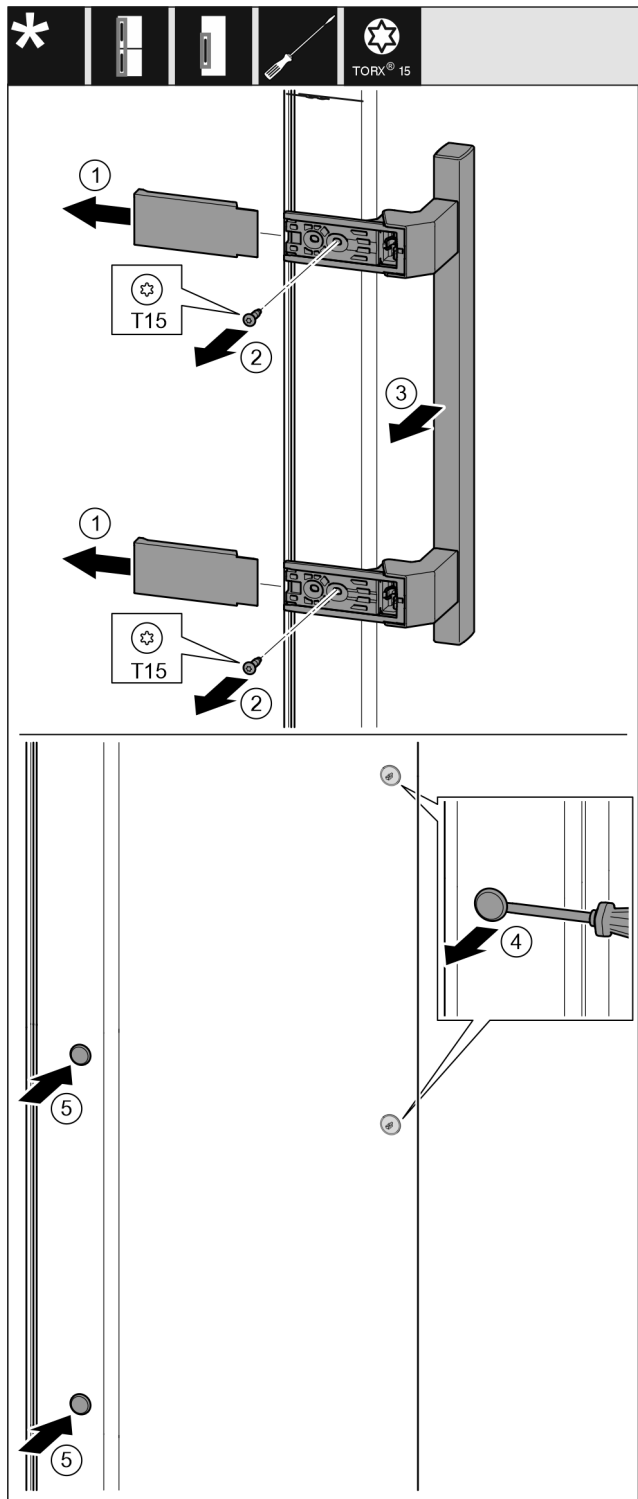

Fig. 19
- ▶ Trekk av dekslet. Fig. 19 (1)
- ▶ Skru ut skruene med skrutrekkeren Torx 15. Fig. 19 (2)
- ▶ Fjern håndtaket. Fig. 19 (3)
- ▶ Løft pluggene på siden forsiktig med en skrutrekker og trekk dem ut. Fig. 19 (4)
- ▶ Sett igjen inn pluggen på den andre siden. Fig. 19 (5)